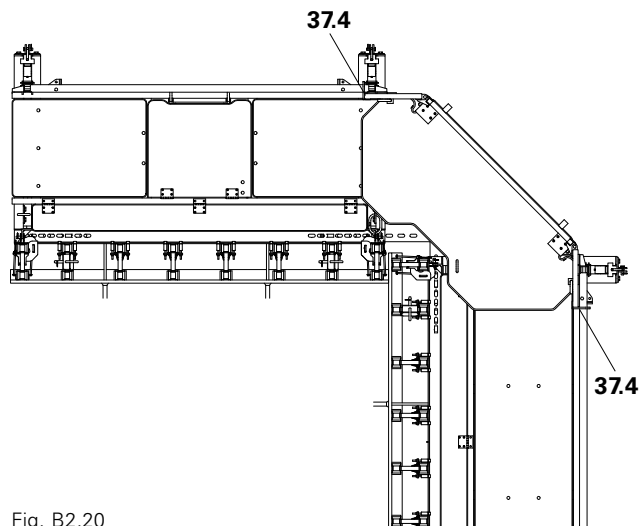

Fig. B2.20
3. Con los ganchos de barandilla extensibles (37.4) colgar de ambos lados a las plataformas contiguas. (Fig. B2.20)